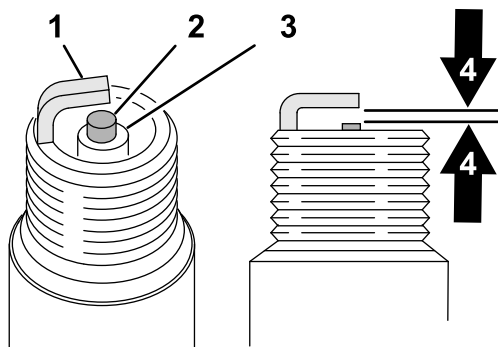

图 39
4. 将中心电极与侧电极之间的间隙 图 39 设置为 0.76mm。